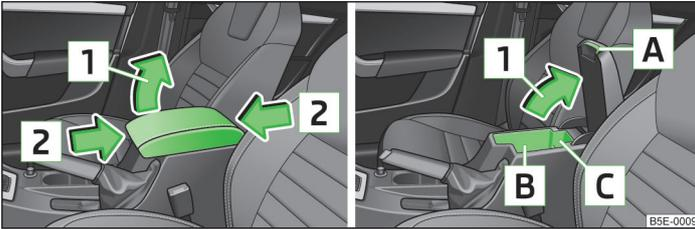

Abb. 74 Armlehne: Ablagefach
- Den Deckel der Armlehne am Griff **A** in Pfeilrichtung **1** » Abb. 74 ziehen und öffnen.
- Den Deckel zuerst bis nach unten klappen und dann in Pfeilrichtung **1** » Abb. 74 in eine der 4 Raststellungen heben.
- Den Deckel in Pfeilrichtung **2** » Abb. 74 in die gewünschte Position verschieben.
Der Bereich **B** » Abb. 74 des Ablagefachs ist für das Verstauen von Gegenständen mit einer Größe von max. 98 mm x 104 mm x 142 mm vorgesehen.